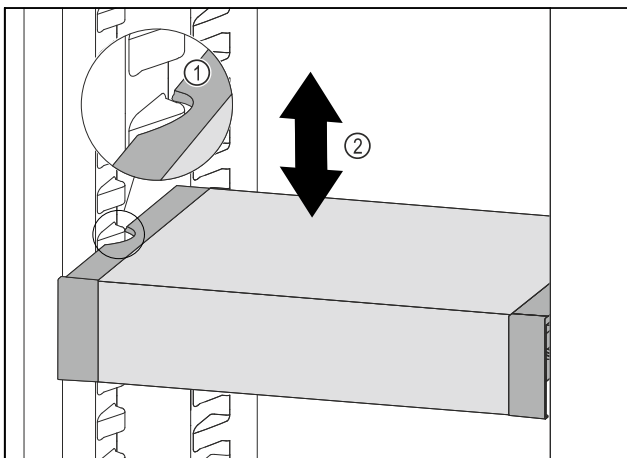

Fig. 88
- VarioSafe nach vorne ziehen, bis sich die seitlichen Aussparungen des VarioSafes auf Höhe der Behälterrippe im Kühlteil befinden. *Fig. 88 (1)*
- VarioSafe im Kühlteil nach oben oder unten bewegen, bis gewünschte Höhe erreicht ist. *Fig. 88 (2)*